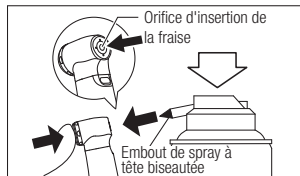

Fig. 10
- 2) Lubrifiez le mandrin directement via l'orifice d'insertion de la fraise (Fig. 10).